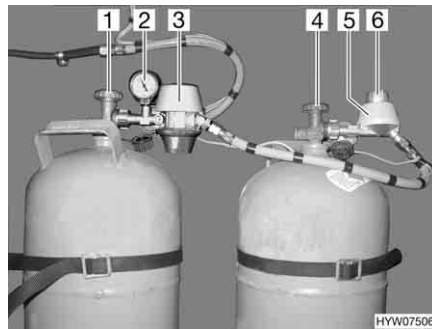
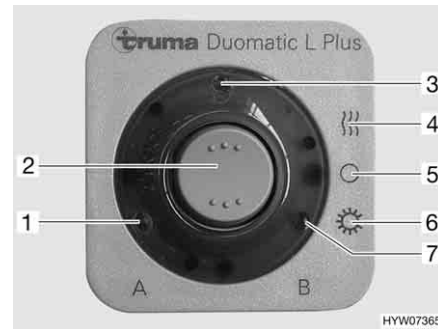

Fig. 58 Impianto di commutazione Duomatic
Fig. 59 Centralina di controllo
L'impianto di commutazione Duomatic è costituito da un regolatore centrale (Fig. 58,3) e da un regolatore di commutazione (Fig. 58,5). Con la manopola (Fig. 58,6) sul regolatore di commutazione è possibile stabilire, quale delle bombole del gas viene utilizzata come bombola in uso e quale bombola del gas viene utilizzata come bombola di riserva.
Il manometro (Fig. 58,2) sul regolatore centrale indica la pressione nella bombola del gas, non il livello della bombola del gas. Con il manometro è possibile verificare la tenuta della bombola del gas.
Sulla centralina di controllo (Fig. 59) possono venire azionate solo le funzioni elettriche. Le valvole principali di arresto delle bombole del gas (Fig. 58,1 e 4) devono essere aperti manualmente.
- Aprire le valvole principali di arresto delle bombole del gas (Fig. 58,1 e 4).
- Con la manopola (Fig. 58,6) sul regolatore di commutazione (Fig. 58,5) selezionare la bombola del gas, da cui proviene la principale alimentazione del gas (bombola in uso).
Quando la manopola si trova sul settore rosso l'alimentazione del gas proviene principalmente dalla bombola del gas con il regolatore centrale (Fig. 58,3).
Quando la manopola si trova sul settore verde l'alimentazione del gas proviene principalmente dalla bombola del gas con il regolatore di commutazione (Fig. 58,5).
- Sulla centralina di controllo (Fig. 59) attivare l'impianto di commutazione Duomatic.
Posizionare l'interruttore a bilico (Fig. 59,2) su funzionamento invernale "On e riscaldamento" (Fig. 59,4) oppure su funzionamento estivo "On" (Fig. 59,6). Ora entrambi i regolatori di pressione del gas sono disaerati. L'indicazione di funzionamento (Fig. 59,3) si accende.
- Portare l'interruttore a bilico (Fig. 59,2) in posizione "O" (Fig. 59,5). L'indicazione di funzionamento (Fig. 59,3) si spegne.
- Chiudere le valvole principali di arresto delle bombole del gas (Fig. 58,1 e 4).
Le spie di controllo sulla centralina di controllo (Fig. 59) segnalano all'interno del veicolo, se le bombole del gas sono pronte al funzionamento.
- Spia di controllo "A" (Fig. 59,1): Bombola del gas sul regolatore centrale
- Spia di controllo "B" (Fig. 59,7): Bombola del gas sul regolatore di commutazione